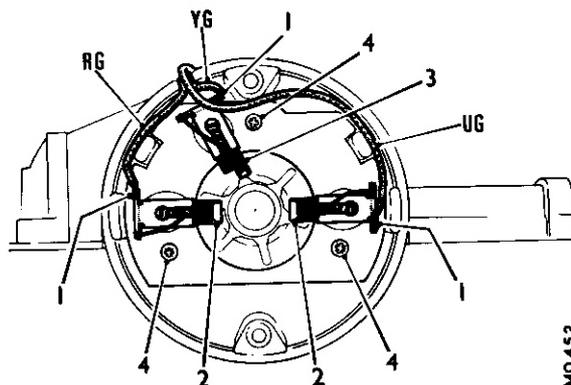

Fig. Nb.9
- (20) Controllare il complessivo spazzole. Sostituirlo se la lunghezza minima di una delle due spazzole principali è di circa 5 mm o se la terza spazzola risulta consumata per tutta la larghezza della sezione di minor spessore (Ved. la fig. Nb.9).
- (21) Assicurarci che le spazzole siano libere di muoversi nei portaspazzola e controllare la pressione delle molle premispazzola. Essa dovrebbe essere uguale a grammi 140 - 200 quando la faccia inferiore della spazzola si trova in piano con l'estremità della scanalatura ricavata nel portaspazzola (Ved. la fig. Nb.9). Se le molle sono difettose, sostituire il complessivo.
- (22) Assicurarci che non ci siano cortocircuiti o interruzioni nell'avvolgimento dell'indotto. Usare per questa prova una lampada di 15 watt, 110 Volt alimentata in corrente alternata. Sostituire l'indotto se trovato in difetto.
- (23) Sostituire la ruota dentata se i denti presentano segni di usura eccessiva.
- (24) Eseguire nell'ordine inverso le operazioni di cui ai punti (13) a (19) e:
- (a) se si debbono sostituire il complessivo spazzole o l'interruttore, dissaldare i cavi d'alimentazione del motorino dai portaspazzola. Se in un tergitristallo ad una sola velocità si deve sostituire l'interruttore, scollegare il terzo conduttore, giallo e verde, dal terminale dell'interruttore. Saldare i conduttori ai portaspazzola nell'ordine indicato nella Fig. Nb.9 ed usando materiale di riporto ad alto punto di fusione. Prima di riattaccare l'interruttore alla scatola dei rotismi, assicurarsi che i conduttori si trovino all'interno degli incavi ricavati nella custodia dell'interruttore stesso.